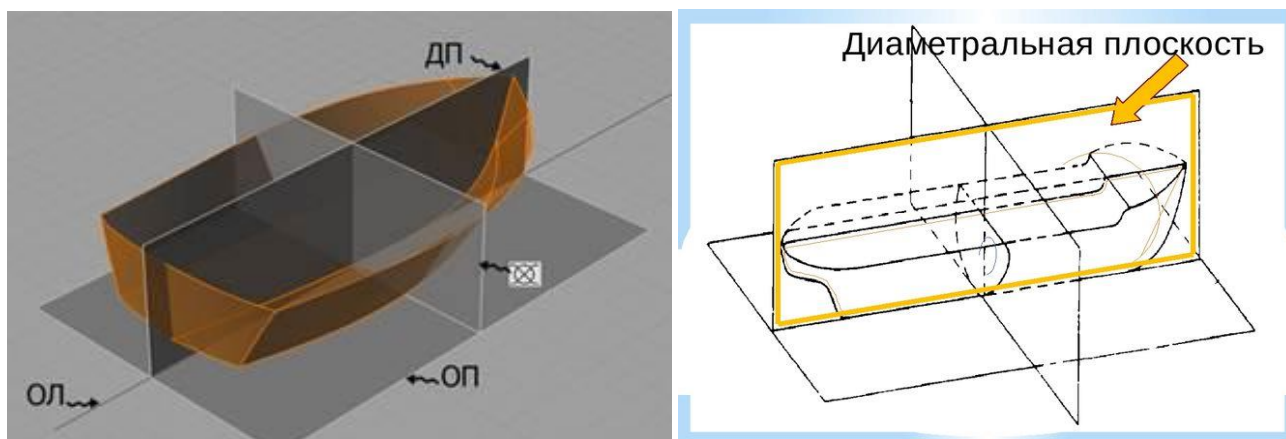

Рис.9 Диаметральная плоскость (ДП)
**Диаметральная плоскость (ДП)** — вертикальная продольная плоскость симметрии, разделяющая судно на правый и левый борт (рис.9).